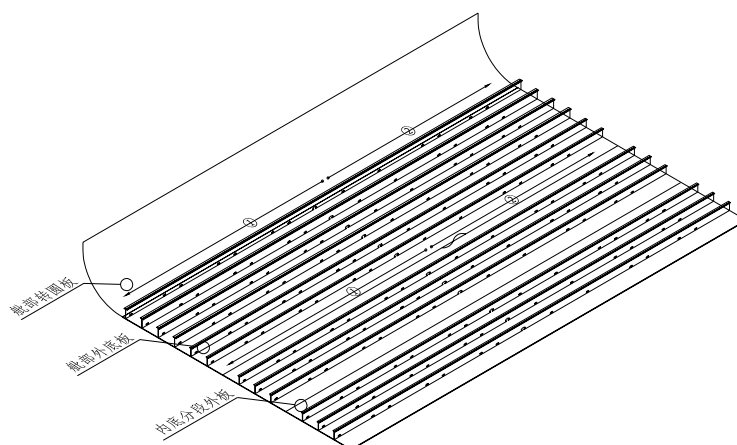

图 6
6.1.2.5 内底板架扣在外底板上与舳部分段合拢焊接按图 6